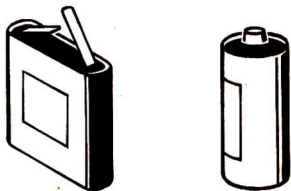

Bild 27/1 Flachbatterie und Stabbatterie
- Betrachte die Batterien in Bild 27/1! Überlege, an welche Batterie du die Leitungen besser anschließen kannst!